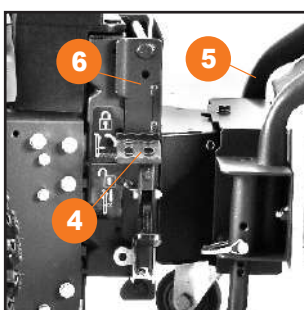

Рис. 12
- Удерживая машину за рукоятки, нажмите педаль **4** для отсоединения щетки **5** от корпуса **6** (Рис.12).